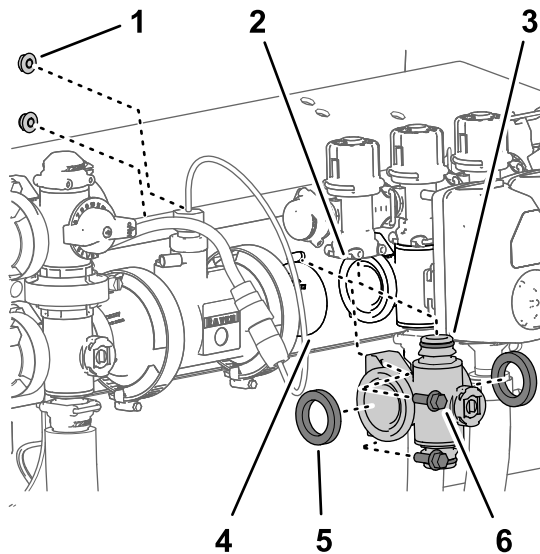
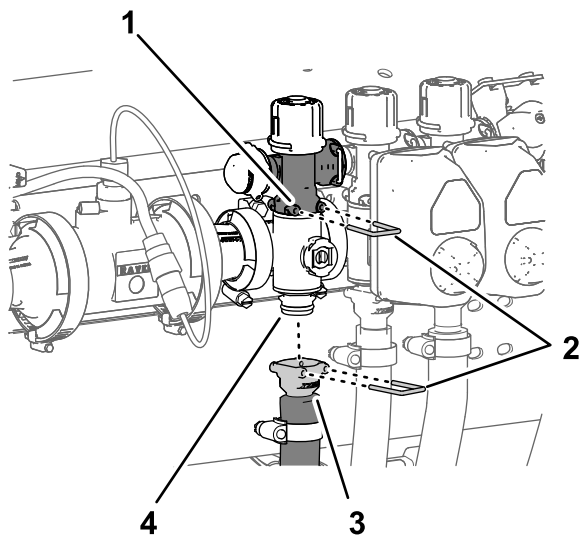

图 117
图 118
1. 将在 拆下喷洒臂段歧管阀 (页码 63) 中卸下的 2 个垫片与喷洒臂段阀歧管的法兰对齐图 117。
2. 将喷洒臂段阀歧管的法兰放在其他喷洒臂段阀和/或耦合适配器的法兰之间图 117。
3. 用快速连接销将喷洒臂段歧管的快速连接接头安装到喷洒臂段旁通阀的快速断开槽内图 117 和 图 118。
5. 对于左或右喷洒臂段阀歧管使用在 拆下喷洒臂段歧管阀 \(页码 63\) 中卸下的 2 个凸缘头螺栓  $\frac{1}{4} \times \frac{3}{4}$  英寸和凸缘锁紧螺母  $\frac{1}{4}$  英寸将喷洒臂段阀歧管安装到阀支架上 图 117。
8. 用快速连接销将喷洒臂段软管的快速连接耦合器安装到喷洒臂段阀歧管的快速连接接头上 图 118。